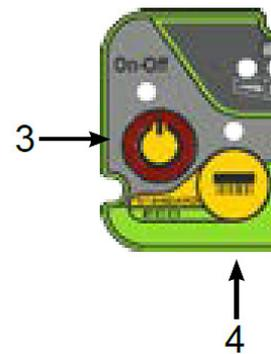

Abb. 33: Maschine einschalten
- Schritt 3: Schalten Sie die Maschine durch Drücken des Hauptschalters (Pos.3, Abb.33) ein.
- Schritt 4: Wählen Sie über den Betriebswahlschalter (Pos. 4, Abb. 33) die Bürstensteuerung an. Hierdurch schaltet sich automatisch auch die Absaugung und der Reinigungsmittelfluss ein.
- Schritt 2: Schalten Sie die Maschine aus indem Sie die Taste (Pos. 3, Abb.33) mindestens 4 Sekunden lang gedrückt halten.